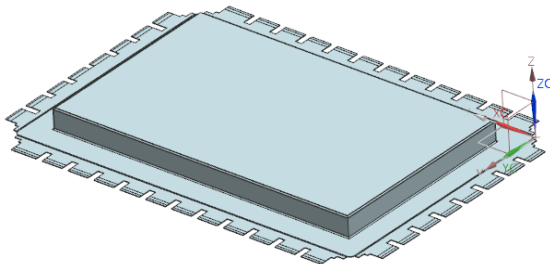

图 2-72 创建凹坑特征 1
(5) 在“凹坑”对话框中,设置“深度”为20,“侧角”为0,“参考深度”为“外部”,“侧壁”为“材料外侧”。勾选 ☒ 凹坑边倒圆 复选框,设置“凸模半径”和“凹模半径”都为1。单击 按钮,创建凹坑特征1,如图2-72所示。